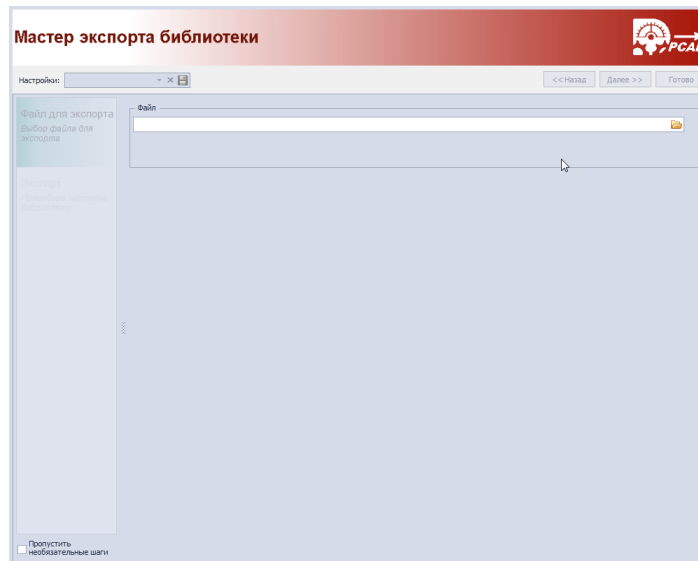

Рис. 39 Вызов окна проводника
1. Вызвать окно проводника, чтобы указать расположение экспортируемого файла, воспользовавшись кнопкой , расположенной в правой части поля «Файла», см. Рис. 39.